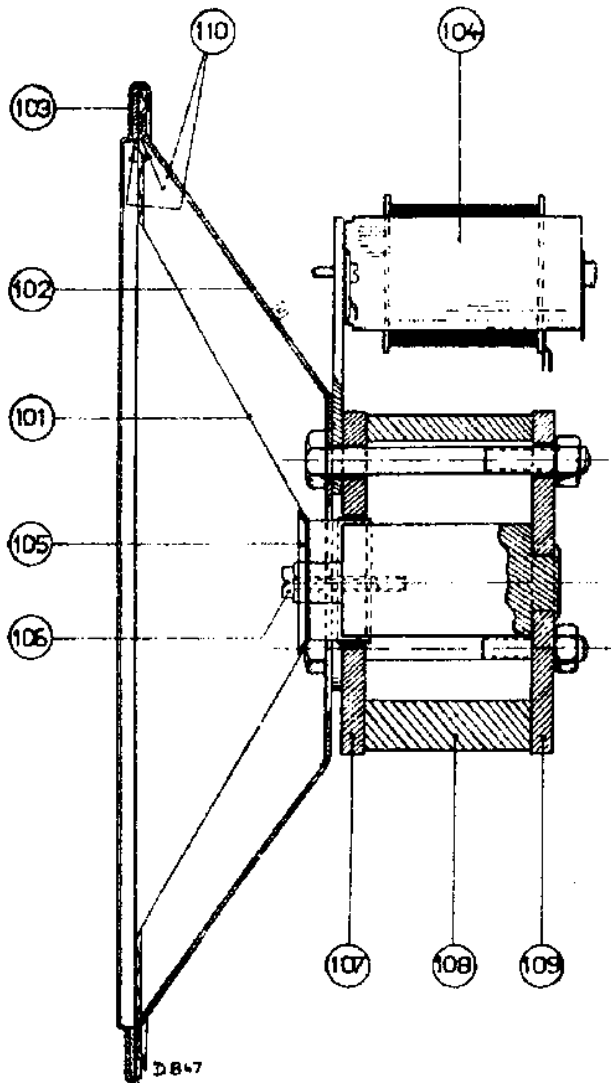

Fig. 6
2. Zorg dat voor- en achterplaat (fig. 6 pos. 107 en pos. 109) in geen geval van de magneet getrokken worden; hierdoor zou deze (evenals bij reparatie op een ijzeren plaat) verzwakken,